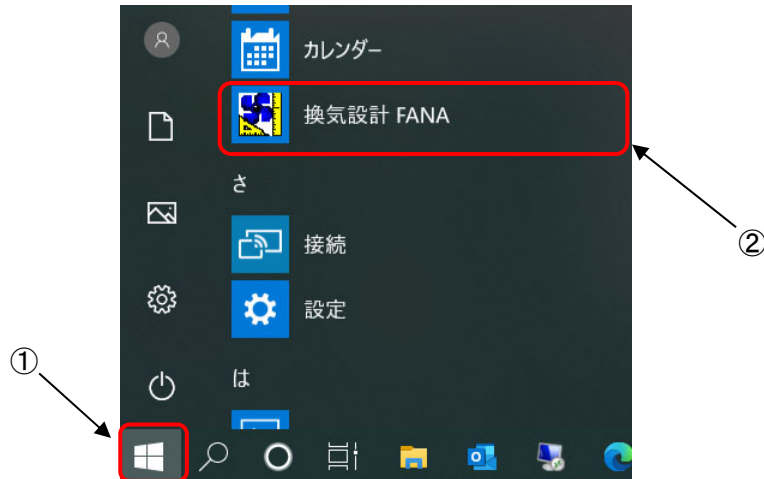

図1
1. [スタート] ボタン(図 1-①)をクリックし、アプリの一覧にある[換気設計 FANA] (図 1-②) をクリックします。